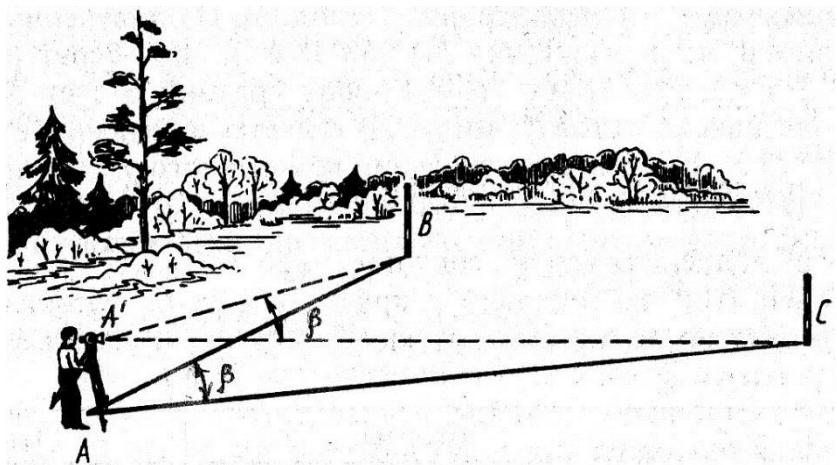

Рис.5. Измерение горизонтального угла
1.1. Горизонтальный угол  $\beta$  – это угол, образованный проекциями направлений  $A'C$  и  $A'A'$  на горизонтальную плоскость, т. е. линейный угол двугранного угла  $A^1A$ . Это видно из рисунка измерения горизонтального угла на местности (рис. 5).